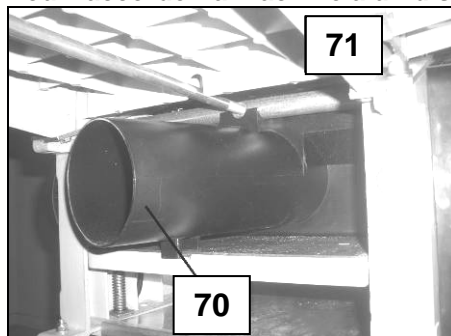

Fig 50
- La machine est équipée d'un collecteur de copeaux et poussières (70) avec un diamètre d'extraction de 100mm.
- Ce collecteur est amovible et doit être utilisé lors des 2 opérations de dégauchissage (71) (Fig 50) et de rabotage (72) (Fig 51).